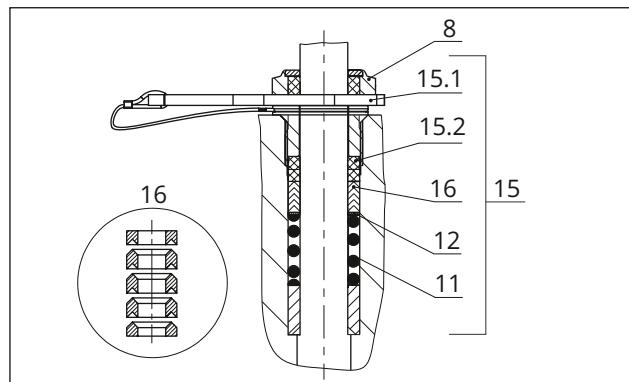
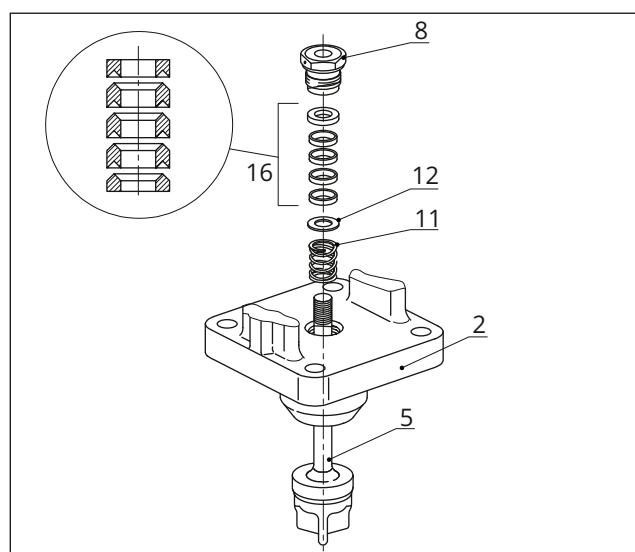

Fig. 31: Empapequedadura ADSEAL
Fig. 30: Empapequedadura estándar
- Colocar la brida (2) encima del cuerpo.
11. Deslizar cuidadosamente las piezas de la empaquetadura por el vástago del obturador con una herramienta adecuada en su alojamiento. Prestar atención al orden de las piezas, ver Fig. 30.
12. Presionar el obturador (5) en el asiento (4). Al hacerlo fijar la brida (2) con las tuercas del cuerpo (14). Apretar poco a poco y en cruz las tuercas del cuerpo. Prestar atención a los pares de apriete.
13. Roscar el casquillo roscado (8) y apretarlo. Prestar atención a los pares de apriete.
14. Roscar sin apretar la contratuerca (10) y la tuerca de acoplamiento (9) en el vástago del obturador.
4. Colocar la arandela separadora roja (15.1) entre el casquillo roscado (8) y el anillo de retención, ver Fig. 31.
9. Deslizar cuidadosamente las piezas de la empaquetadura por la prolongación del vástago del obturador con una herramienta adecuada en su alojamiento. Prestar atención al orden de las piezas, ver Fig. 30.
10. Fijar la parte superior de la válvula con tornillos (32) y roscas (33). Prestar atención a los pares de apriete.
11. Roscar el casquillo roscado (8) y apretarlo. Prestar atención a los pares de apriete.
12. Roscar sin apretar la contratuerca (10) y la tuerca de acoplamiento (9) en el vástago del obturador.
① NOTA
13. Colocar la brida (2) encima del cuerpo.
14. Deslizar cuidadosamente las piezas de la empaquetadura por el vástago del obturador con una herramienta adecuada en su alojamiento. Prestar atención al orden de las piezas, ver Fig. 30 y Fig. 31.
15. Presionar el obturador (5) en el asiento (4). Al hacerlo fijar la brida (2) con las tuercas del cuerpo (14). Apretar poco a poco y en cruz las tuercas del cuerpo. Prestar atención a los pares de apriete.
16. Roscar el casquillo roscado (8) y apretarlo. Prestar atención a los pares de apriete.
17. Roscar sin apretar la contratuerca (10) y la tuerca de acoplamiento (9) en el vástago del obturador.